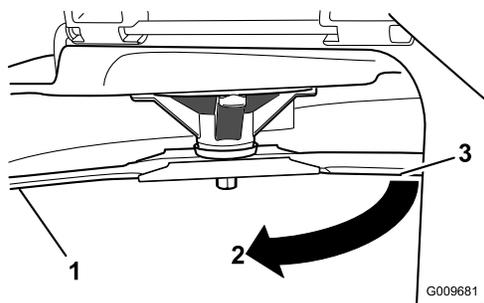

Figura 50
- Distanza misurata tra la lama e la superficie (A)
- Ruotate la stessa lama di 180 gradi in modo che il tagliente opposto si trovi ora nella stessa posizione (Figura 50).